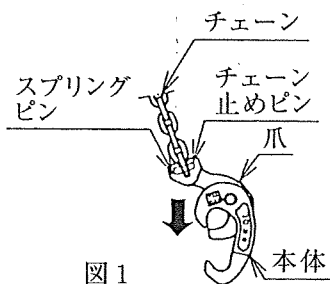

図1
- ①爪を矢印の方向に押し下げると、爪が開放されます。(図1)
- ②爪を押し下げたまま、ドラム缶縁(耳部)に入れ爪をはなすと、自動的にドラム缶をチャッキングします。